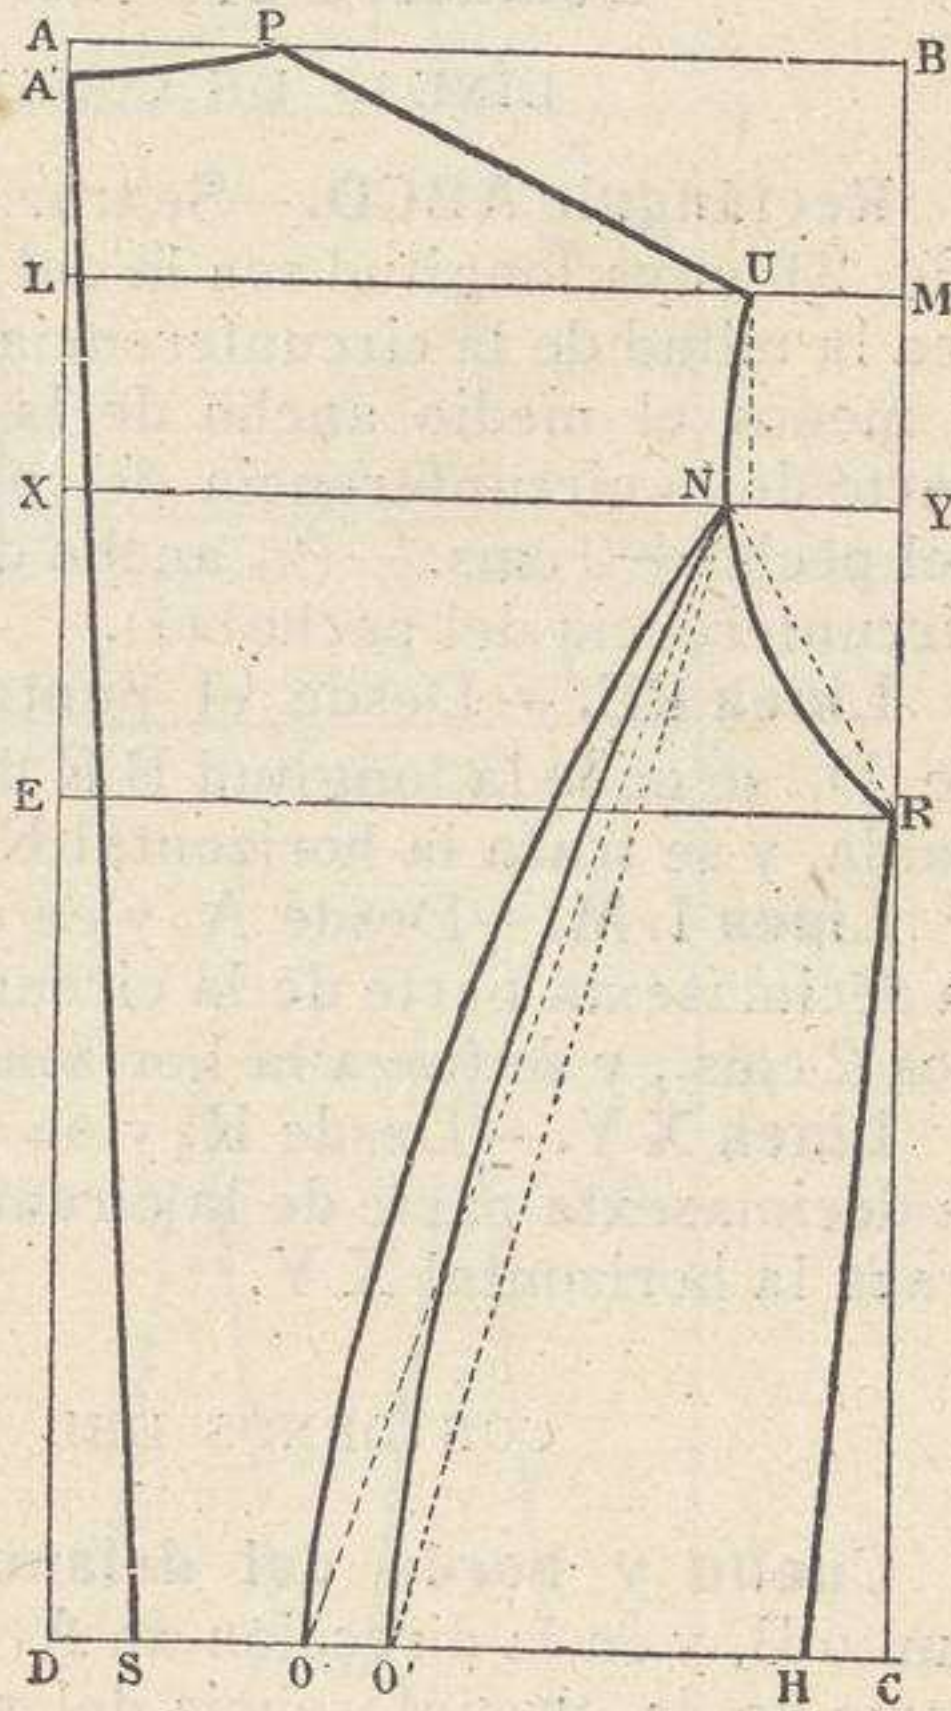

Fig. 22 ( $\frac{1}{5}$  del tamaño verdadero)
**Rectángulo ABCD.**—Se traza un rectángulo ABCD (fig. 22), que tenga la misma longitud que la espalda y cuyo ancho sea la mitad de la espalda más la vigésima parte de la circunferencia del pecho.